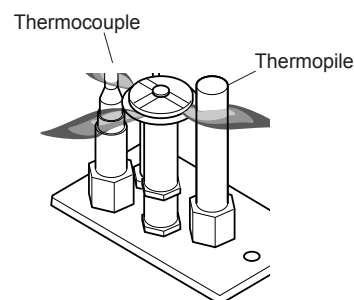

Figure 25 – Avant de démonter l'appareil, vérifier la flamme de la veilleuse. La flamme doit toucher le thermocouple et la thermopile.
1. Vérifier la flamme de la veilleuse. La flamme doit toucher environ $\frac{3}{8}$ po de la partie supérieure de la thermopile et toucher le haut du thermocouple. Voir Figure 25. Dans le cas contraire, contacter le vendeur pour une révision.